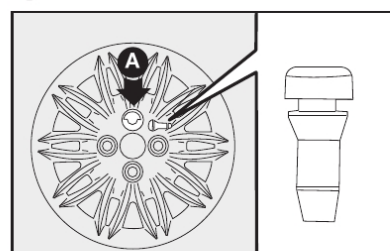

fig. 15
- Colocar a calota cuidando para que o símbolo (símbolo de pressão), na parte interna, fique em correspondência com a válvula, e dessa maneira o furo maior da calota **A-fig. 15** passe pelo parafuso já fixado.